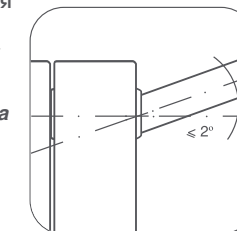

рис. 5
**!** **Во избежание аварии допустимо отклонение оси коллектора радиатора от подводящих труб не более  $2^{\circ}$  (рис. 5).**